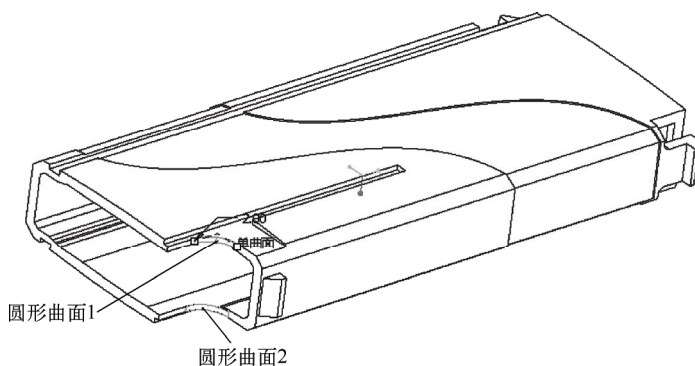

图 8-89 选择 2 个圆形曲面添加到同一个倒圆角集中
2) 在图形窗口中选择圆形曲面 1, 按住 **<Ctrl>** 键的同时选择圆形曲面 2, 如图 8-89 所示, 所选的这两个圆形曲面均收集在同一个倒圆角集中。